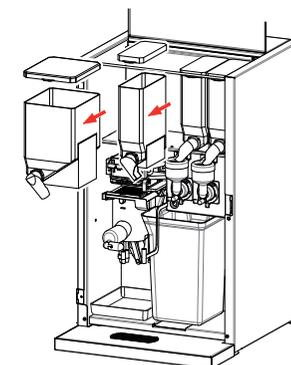

Fig. 26
1. Neem de canister(s) naar voren uit het apparaat (fig. 26).